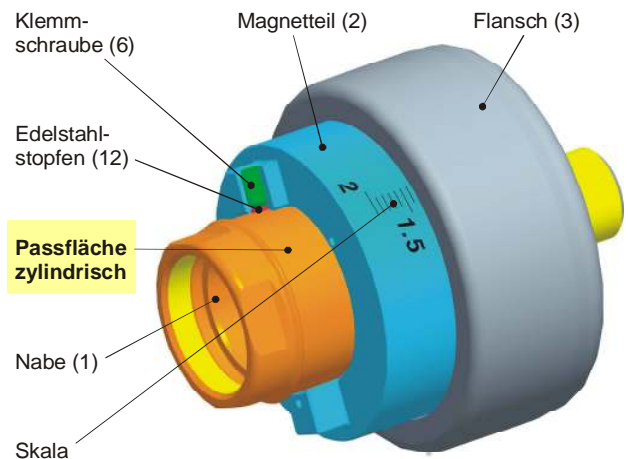

Bild 3
Das eingestellte Drehmoment der ROBA®-contitorque kann anhand einer Skala, die sich auf dem Magnetteil (2) befindet abgelesen werden (siehe Bild 3).
Beschädigung oder Verschmutzung der zylindrischen Passfläche (Bild 3) führen zu Schwergängigkeit bzw. Versagen der Drehmomentverstellung.
Die zylindrische Passfläche der ROBA[®]-contitorque auf der Nabe (Pos. 1 / Bild 3) nicht beschädigen oder verschmutzen.